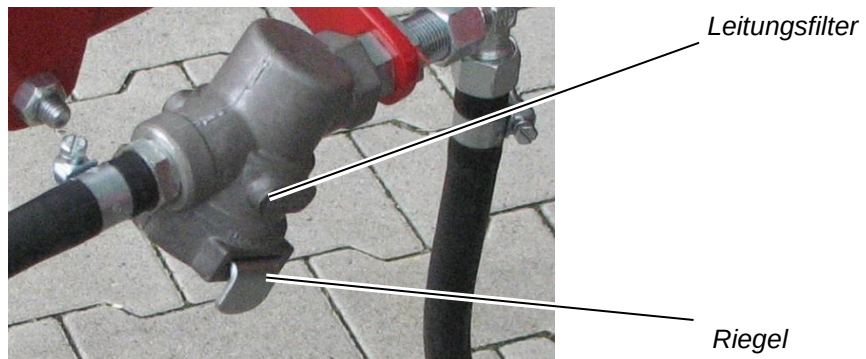

Abbildung 49: Leitungsfilter
- ⇒ Halten Sie eine Hand unter den Leitungsfilter (siehe Abbildung 49).
- ⇒ Ziehen Sie mit der anderen Hand den Riegel aus dem Leitungsfilter heraus (siehe Abbildung 49).